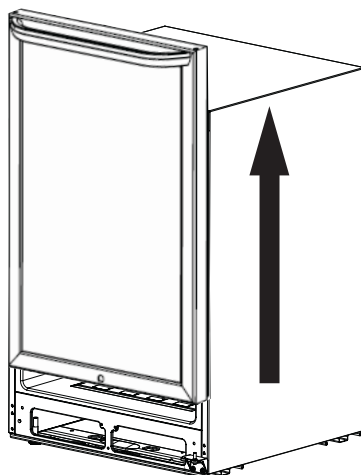

Figura 2
2. Sujete con cuidado la parte superior de la puerta e inclínala ligeramente hacia delante para dejar la bisagra al descubierto; después, levante la puerta para extraerla de la bisagra inferior y colóquela sobre una superficie almohadillada para evitar que se raye. (Consulte la Figura 2).